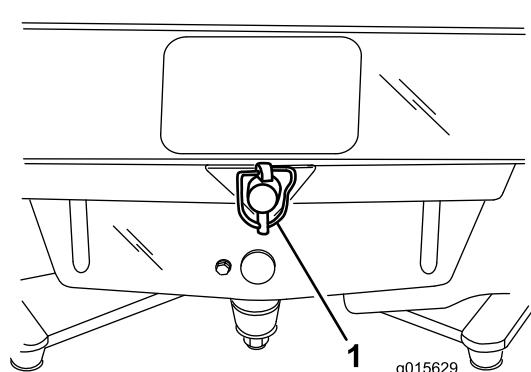

図 15
13. 着脱ピンで、フレーム後部をブラケットに固定する図 15。